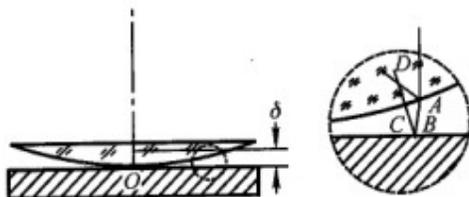

图 7.2.1-6 相干光的程差
1. 参看图 7.2.1-6，从空气膜上下表面反射的光线相遇在 D 处发生相干，其光程差为  $\Delta = AB + BC + CD - AD + \frac{\lambda}{2}$ ，为什么式 (1) 写  $\Delta = 2\delta + \frac{\lambda}{2}$ ？